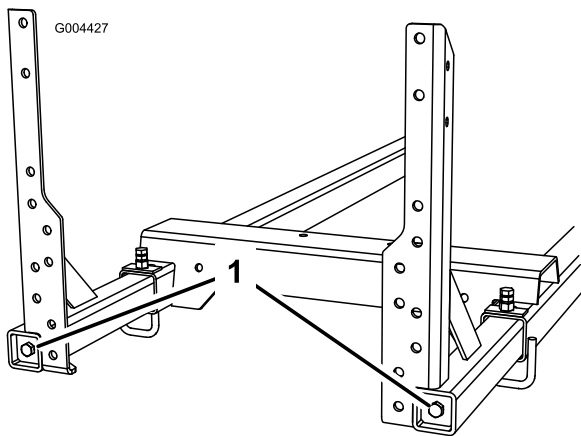

Figure 8
4. Serrez les boulons de cadre de rampe (Figure 8). Serrez les boulons à un couple de 91 à 113 N m.